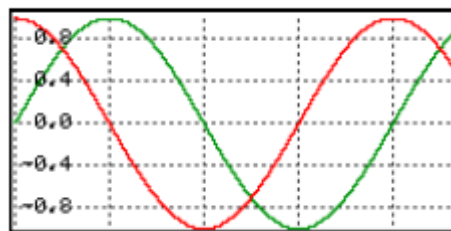
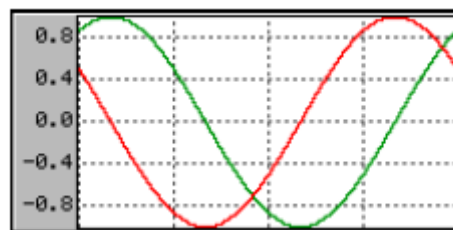

Figura 9: Prima di chiamare la funzione **GRAPH_SetBorder** la scala numerica (a sinistra della figura) è senza bordo.
Figura 10: Dopo aver chiamato la funzione **GRAPH_SetBorder** la scala numerica presenta un bordo
- Descrizione: definisce i bordi del graph widget (**Figura 9** e **Figura 10**).